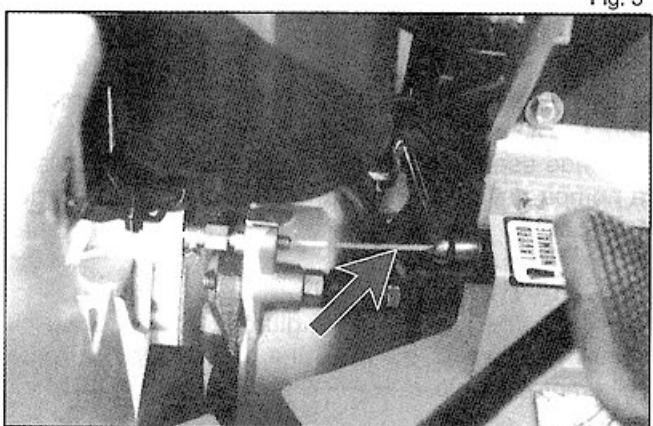

Fig. 3
- Verificar que o cabo da embraiagem apresente um pouco de folga na zona entre a regulação e a alavanca (Fig. 3).